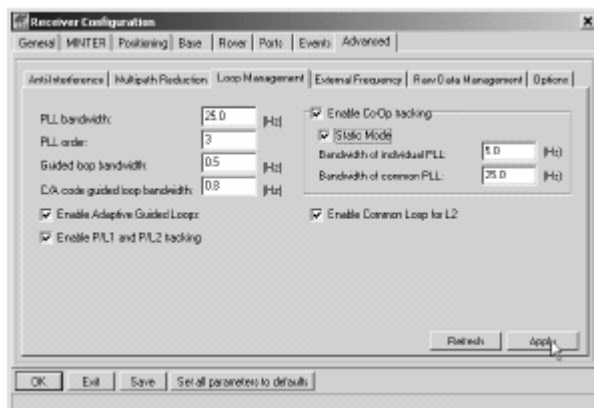

Figura 3-4. Configuración de Loop Management
- Haga clic en la pestaña *Loop Management*, marque las casillas que se indican a continuación y al finalizar haga clic en **Aplicar** (Figura 3-4).